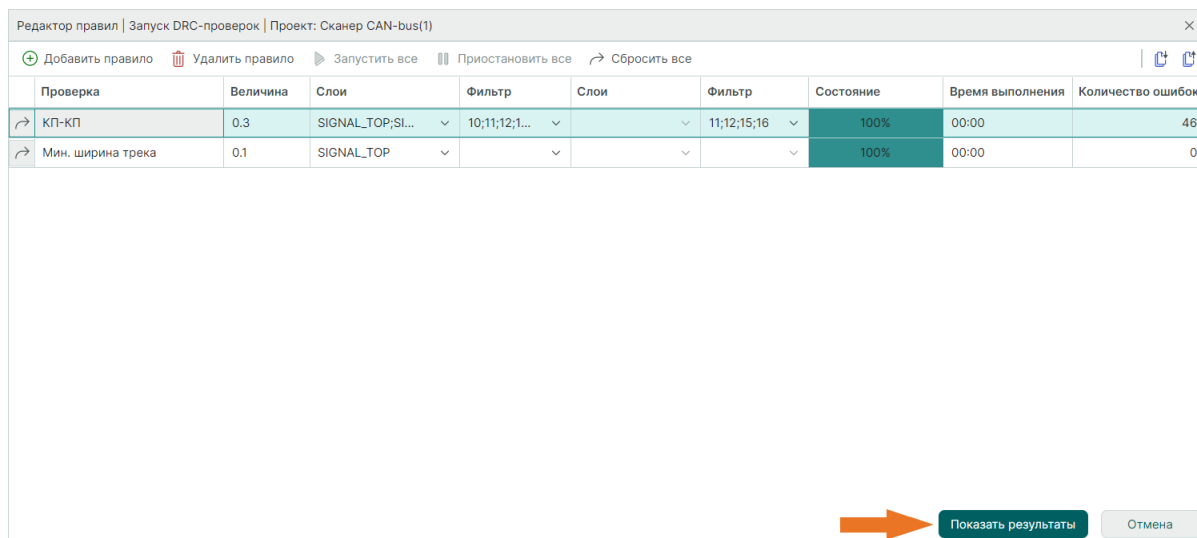

Рис. 651 Переход к просмотру результатов
7. Для перехода к просмотру результатов проверки нажмите кнопку «Показать результаты», см. Рис. 651.